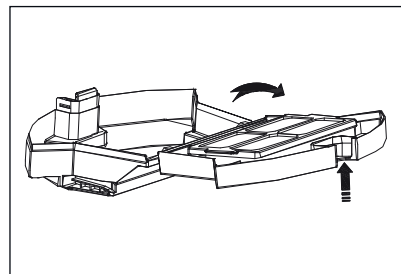

Abb. 8
- 2) Drücken Sie die Entriegelungstaste **13** des Staubbehälters **14** und klappen Sie ihn auf (siehe Abb. 8).